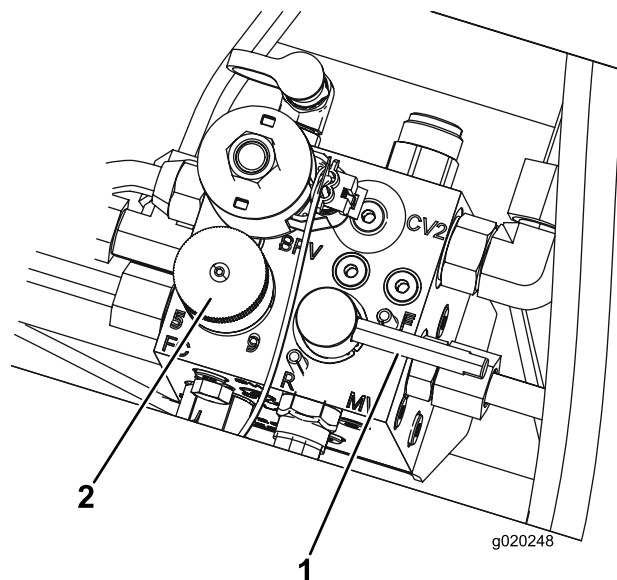

図 97
- リール速度コントロールノブを 1 にセットする **図 97**。
- バックラップレバーを R 逆転位置にセットする **図 97**。